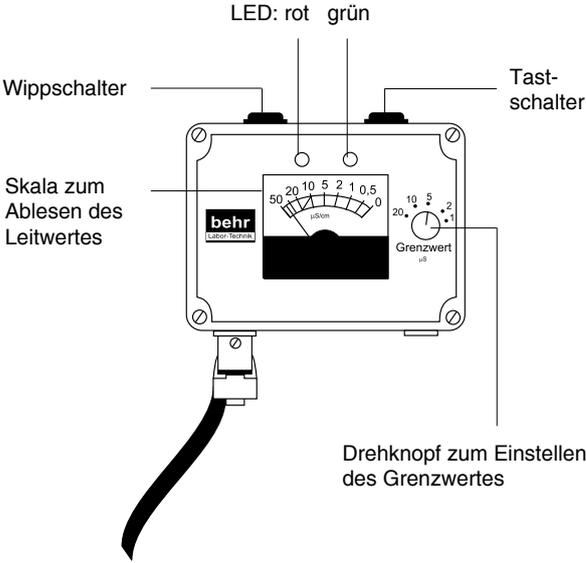

Bild 7: Leitwertmeßgerät mit Grenzwertabschaltung
- 5. Einstellen des gewünschten Grenzwertes am Drehknopf (Bild 7). Das Magnetventil unterbricht die Wasserzufuhr, sobald dieser Leitwert erreicht ist. Der Schaltpunkt ist auf 5  $\mu\text{S}/\text{cm}$  voreingestellt und kann bei Bedarf verändert werden.
- 6. Einschalten der Anlage. Dazu den Wippschalter an der Oberseite des Leitwertmeßgerätes (Bild 7) in Stellung "I" bringen (ausgenommen bei Einbauversionen).
Die Kontroll-LED (Bild 7) zeigen den jeweiligen Betriebsstatus des Wasservollentsalzers an:
Bei Anlagen mit Grenzwertabschaltung drücken Sie dazu den schwarzen Tastschalter (Bild 7) auf der Oberseite des Leitwertmeßgerätes bzw. bei Einbauversionen den grünen Knopf an der Vorderseite. Solange Sie diesen Schalter gedrückt halten, wird die Abschaltautomatik überbrückt und ein Wasserdurchlauf ermöglicht.